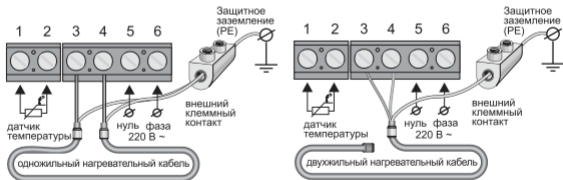

Рис. 2
Выходы нагревательной секции или мата подключаются к терморегулятору следующим образом: белый (коричневый) провод подключается к клемме **3**; голубой (светло-синий) провод подключается к клемме **4**; вывод экранирующей оплетки (желто-зеленый провод) – к линии защитного заземления (PE), через внешний клеммный контакт (рис. 2).